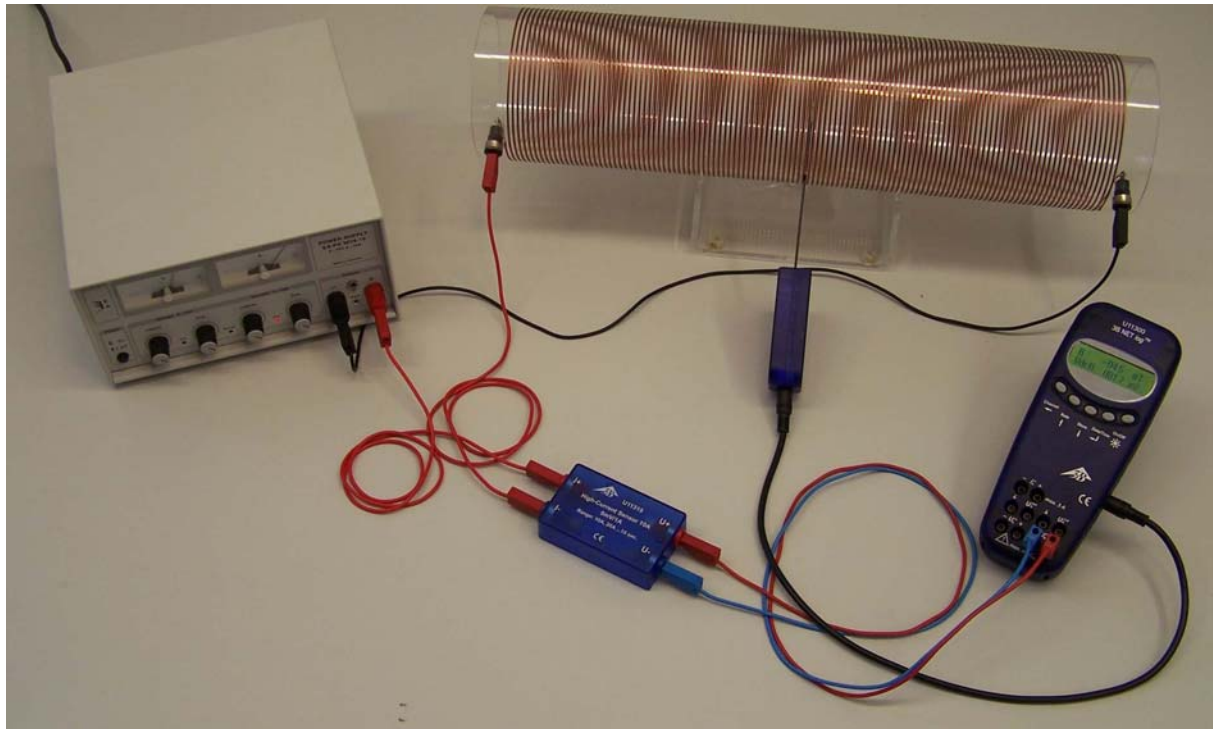

Fig. 1 Medición del campo magnético en una bobina por la que fluye una corriente
- Montaje del experimento según la fig. 1.